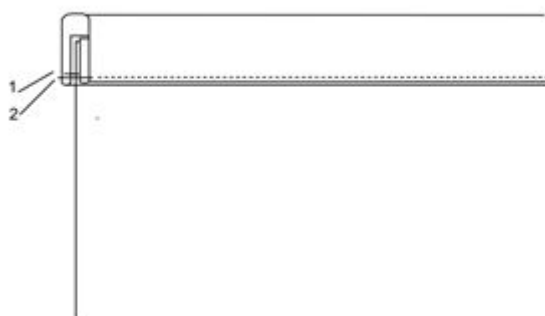

Рисунок 2
14. Один срез стойки уравнять со срезом горловины, соблюдая контрольные знаки вметать воротник в горловину. Прострочить машинную строчку, надсекая горловину в закругленных местах (рис.2, стр.3). Припуск заутюжить на стойку.
15. Припуск второй стойки настрочить в шов притачивания первого, подгибая внутрь (рис.2, стр.4). Шов приутюжить.
18. Выкроить полоску из основной ткани шириной 3 см и длиной равной длине разреза по низу рукава. Сложить с изделием по линии разреза, уравнив припуски и притачать швом 0,7 см. (рис.2 стр.1)